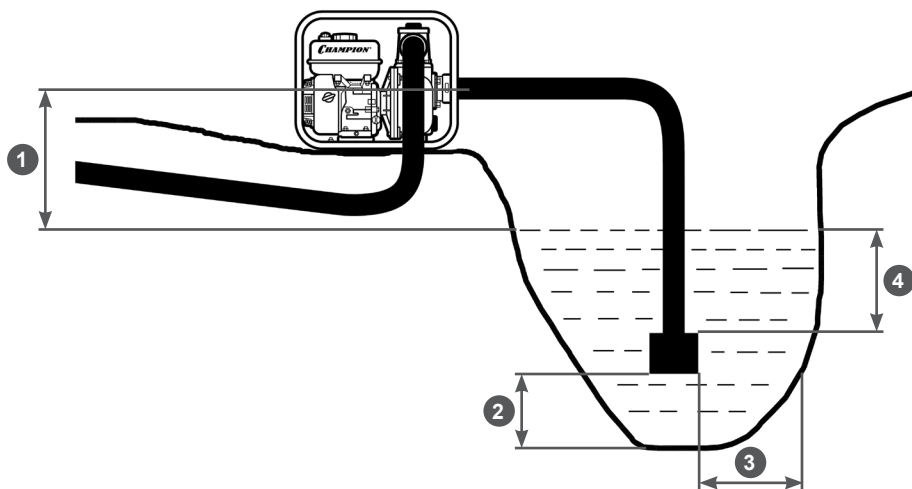

Рис. 15 Расположение мотопомпы и всасывающего фильтра
1. Установите мотопомпу вблизи водоема (емкости) на твердую ровную горизонтальную поверхность, опустите всасывающий рукав с установленным фильтром в водоем (емкость), обеспечив вертикальное положение фильтра. При расположении всасывающего рукава с установленным фильтром соблюдайте все требования, указанные на Рис. 15.
2. Установите мотопомпу как можно ближе к источнику воды. Чем меньше высота расположения мотопомпы по отношению к уровню забора воды (Рис. 15 п. 1), тем быстрее происходит всасывание воды и выше производительность насоса. Место установки
Не превышайте высоту расположения мотопомпы по отношению к уровню забора воды (Рис. 15 п. 1).
4. В процессе выкачивания воды из водоема (емкости) уровень воды в водоеме будет естественным образом понижаться. Если требуемые расстояния (Рис. 15 п. 2, 3, 4) между всасывающим фильтром и стенками, и дном водоема не соблюдаются, выкачивание воды следует прекратить.